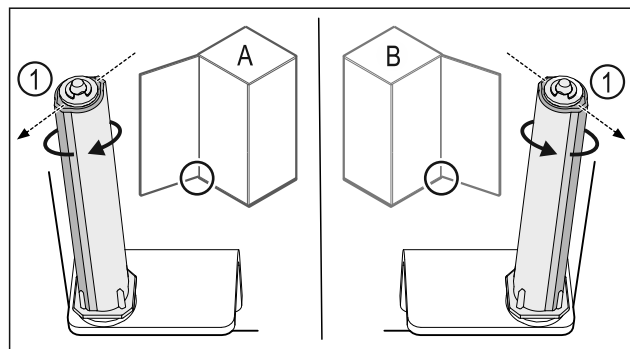

Fig. 49 Balos nyitási irány (A) / jobbos nyitási irány (B)
- Forgassa el a zárórendszert az ellenállással szemben, amíg a zárórendszer Fig. 49 (1) támasztója kifelé nem mutat.